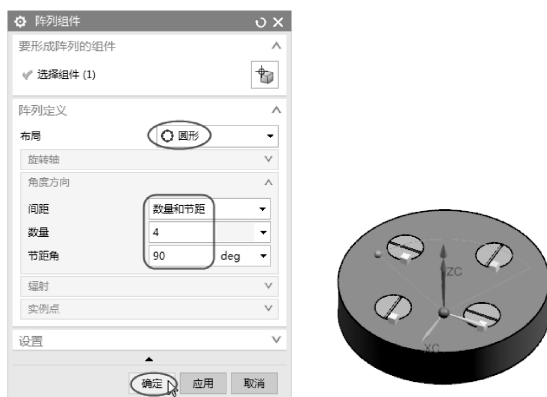

图 7-33 完成组件的阵列
- 06 选择旋转轴后,【创建圆形阵列】对话框的参数设置被自动激活。按信息提示输入【数量】值为4,【节距角】值为90,最后单击【确定】按钮,完成组件的阵列操作,如图7-33所示。